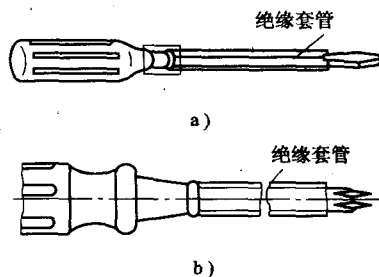

图 1-5 螺钉旋具
(1) 螺钉旋具的式样和规格：螺钉旋具的式样和规格很多，按头部形状不同可分为一字形和十字形两种，如图 1-5 所示。